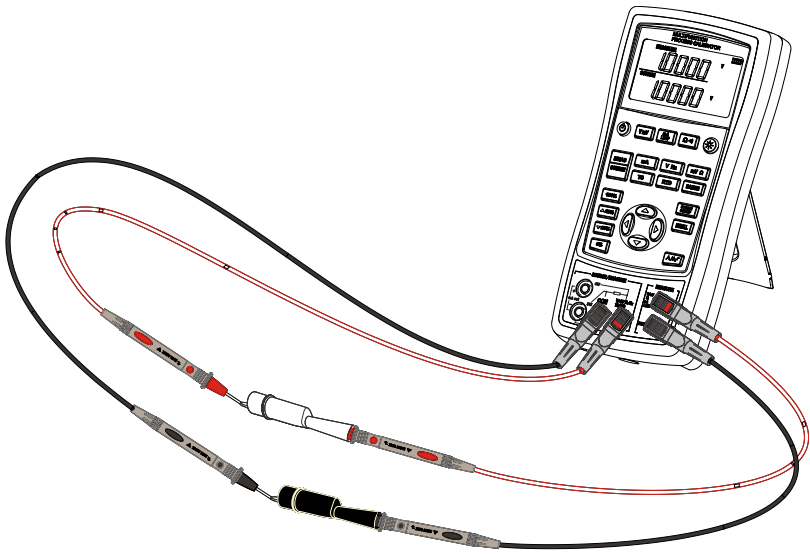

图 2.1-1
1. 按图 2.1-1 所示把校验仪的输出电压端子接到它的输入电压插孔上。